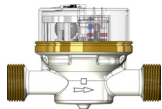

Bild 1 - Einbau erlaubt
- Bei der Montage immer die **Fließrichtung und Einbaulage beachten!** Horizontaler und vertikaler Einbau erlaubt (Bild1), nicht über Kopf montieren (Bild2).